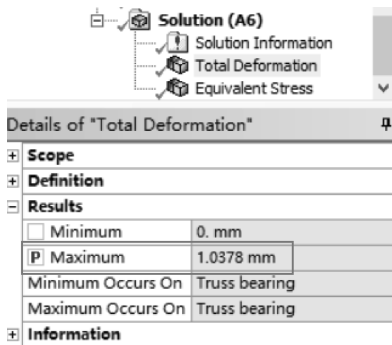

图 12-9 提取结果变形参数
(2) 提取结果变形参数：在导航树里单击【Solution (A6)】→【Total Deformation】→【Details of “Total Deformation”】→【Results】→【Maximum】，选择结果变形参数框，出现“P”字，如图 12-9 所示。